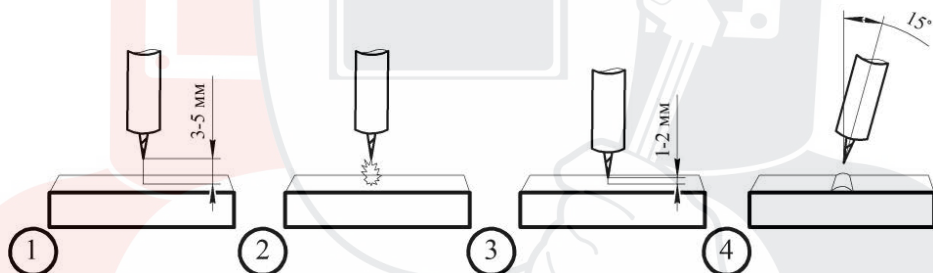

Рис. 7.6.1. Высокочастотный поджиг дуги.
**Высокочастотный поджиг (HF)** позволяет зажечь TIG дугу без касания к изделию. Основное преимущество в том, что при зажигании дуги в основном металле не остается вольфрамовых включений (См. рис. 7.6.1).